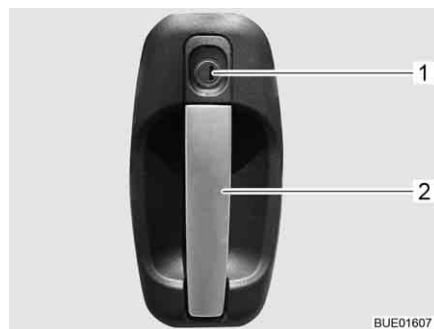

Fig. 57 Serrure de la porte cellule, à l'extérieur
- Insérer la clé dans le barillet (Fig. 57,1) et la tourner jusqu'à ce que la serrure de la porte soit déverrouillée.
- Tirer sur la poignée de la porte (Fig. 57,2). La porte est ouverte.
- Insérer la clé dans le barillet (Fig. 57,1) et la tourner jusqu'à ce que la serrure de la porte soit verrouillée.